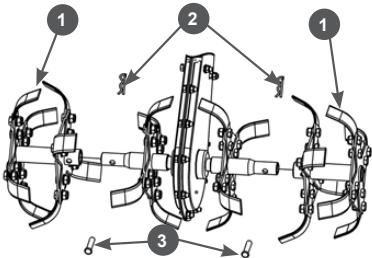

Рис. 3 Установка фрез
- Установите внешние фрезы 1 (Рис. 3). Совместите отверстия в переходниках внутренних и осях внешних фрез и вставьте в отверстия пальцы 3. Зафиксируйте пальцы шплинтами 2 (Рис. 3).